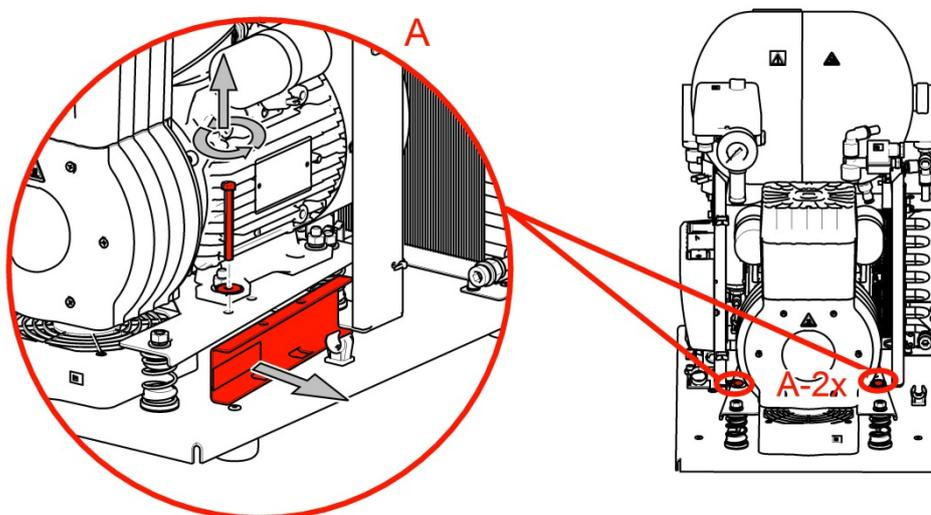

Рис. 7
- Демонтируйте транспортировочные стабилизаторы с узлов (рис. 7).